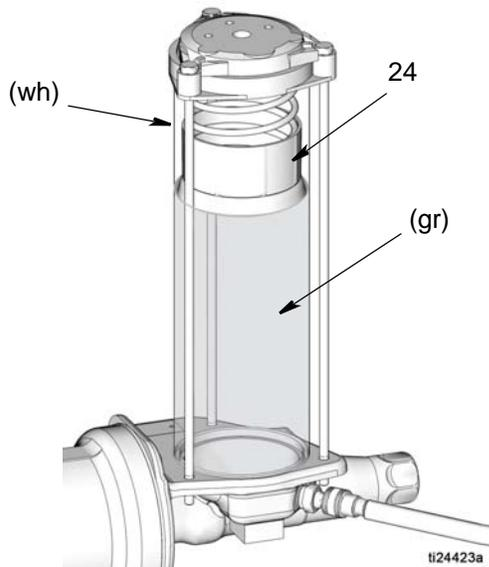

图 5
3. 从注入泵慢慢将滑脂送入液箱，直至液箱中的滑脂将随动板 (24) 升高到液箱泄孔 (wh) 之上，滑脂从泄孔 (wh) 流出并排出液箱中的空气 (图 5)。
注意：泄孔 (wh) 位于朝向液箱的背侧，在图 5 中看不到。泄孔的大致位置通过图示中的 wh 标识。